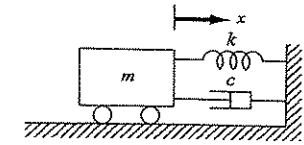

FIGURA P22.15
22.15 O movimento de um sistema massa-mola amortecido (Figura P22.15) é descrito pela seguinte equação diferencial ordinária: